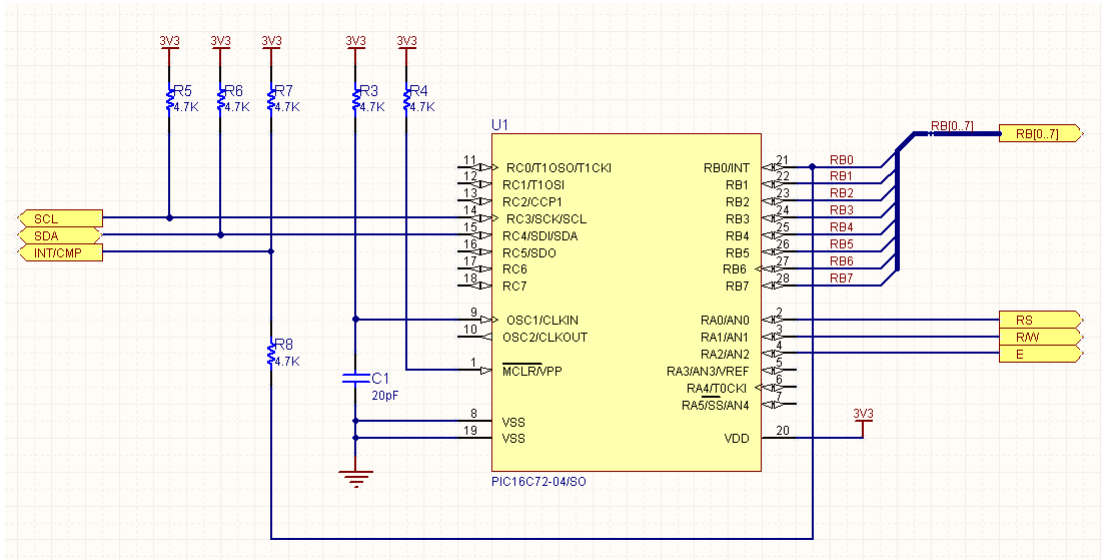

图 49：微型控制器原理图实例
6. 绘制原理图如图 49。当放置元件时，按“TAB”键定义元件标号和注释（元件的值）。